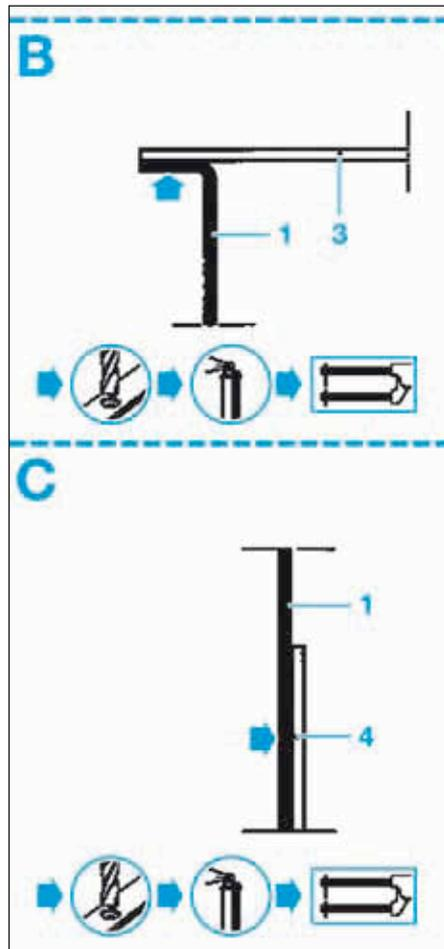

FIG.5
- Percer avec un foret pour un soudage ultérieur par points (Fig.5).